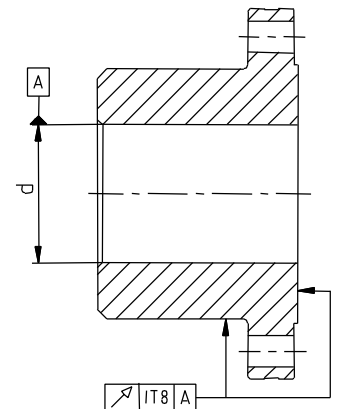

Bild 2: Rund- und Planlaufgenauigkeit
- Bei Herstellung der Naben- bzw. Kupplungsflanschbohrung durch den Kunden ist die Rund- bzw. Planlaufgenauigkeit (siehe Bild 2) einzuhalten.